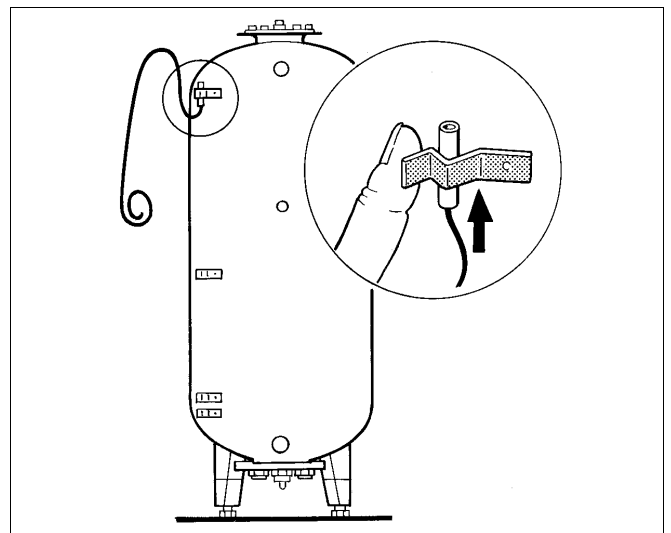

Fig. 5 Schéma de principe
Les sondes de contact doivent être disposées sur la partie externe du préparateur (fig. 5).
- Placer la sonde dans l'attache de manière à ce que l'ensemble de la surface de contact de la sonde soit posé bien à plat sur l'habillage du préparateur (fig. 5).